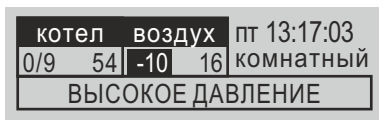

Рисунок 22
В этих случаях будет произведено обесточивание ТЭНов с помощью контактора, замкнутся контакты зажима подключения приёмника сигнала об отказе (например интеллектуального термостата GSM-Climate ZONT-1H или WiFi-Climate ZONT-2H) XT7 (см. рис. 4), включится индикатор отказа (8) рис. 5 и появится текстовое сообщение о характере несоответствия. Пример см. рис. 22. После устранения причины несоответствия прибор вернется к предыдущему режиму работы с сохранением настроек и параметров.